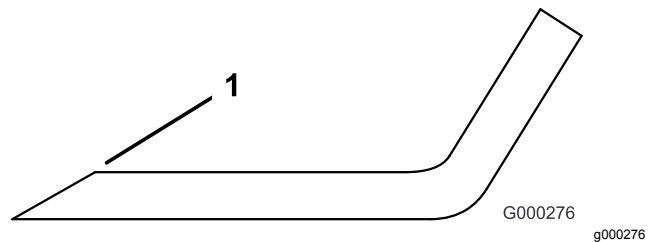

Bild 95
1. Schärfen Sie die Schnittkanten an beiden Enden des Messers (Bild 95).